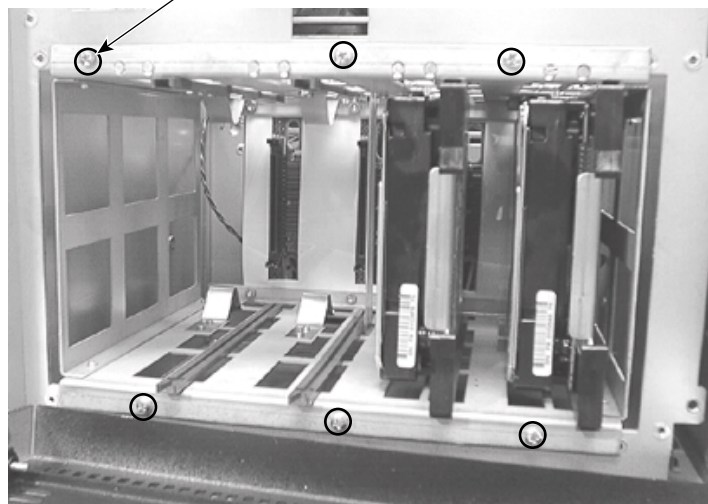

図9-10 RAIDディスクドライブケースの内部
4. ケージの前面とベースユニットを固定しているネジを外します。最後のネジを外すときは、ケージを持って支えてください。図9-10を参照してください。